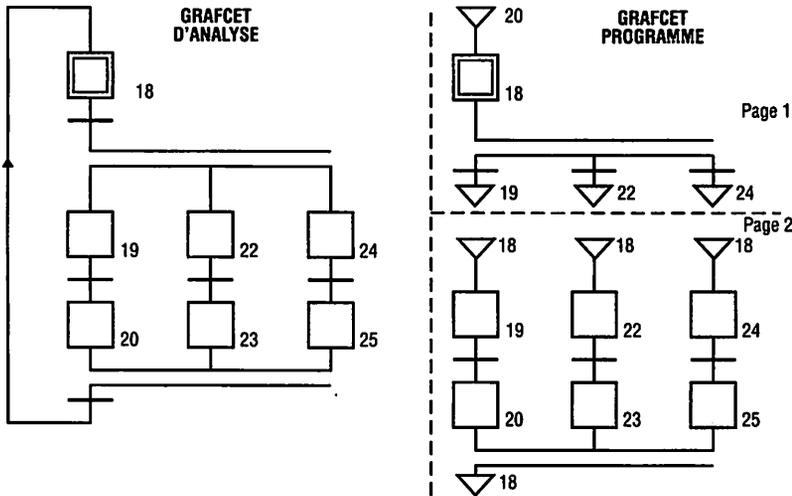

Fig. 7 : Séquences simultanées sur deux pages différentes.
4.4. Séquences simultanées (fig. 7)